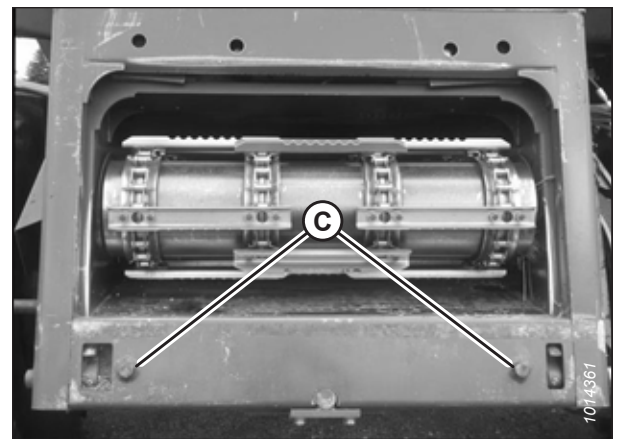

Figura 3.41: Clavijas de alineación del grupo AGCO
3. Arranque el motor y lentamente acerque la plataforma hasta que el embocador esté directamente debajo del bastidor superior del módulo de flotación (A) y las clavijas de alineación (C) (consulte la Figura 3.41, página 55) en el embocador estén alineadas con los orificios (B) en el marco del módulo de flotación.